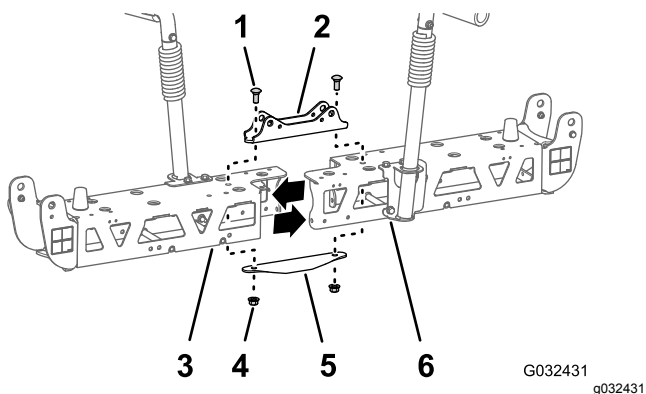

Рисунок 53
2. Удалите два каретных болта ($\frac{1}{2}$ x $1\frac{1}{4}$ дюйма) и две контргайки ($\frac{1}{2}$ дюйма), которые крепят узкое крепление цилиндра, левую и правую ферменные рамы и узкую соединительную пластину (Рисунок 53).